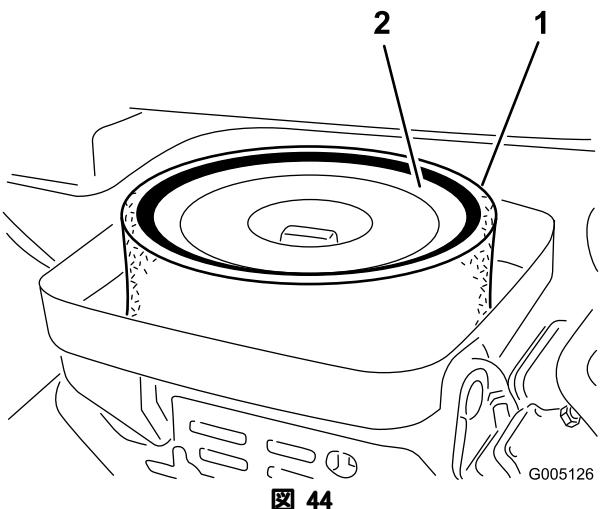

図 44
- スポンジ（図 44）を点検し、汚れていればペーパー・エレメントから外す。以下の要領で丁寧に清掃してください：